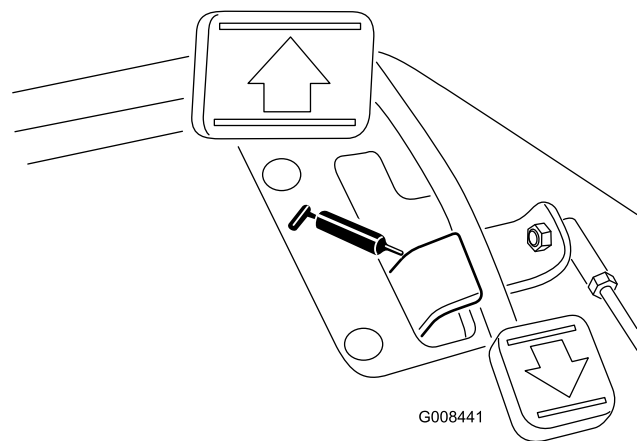

Рисунок 36
- Шарнир педали тяги (1) (Рисунок 36)